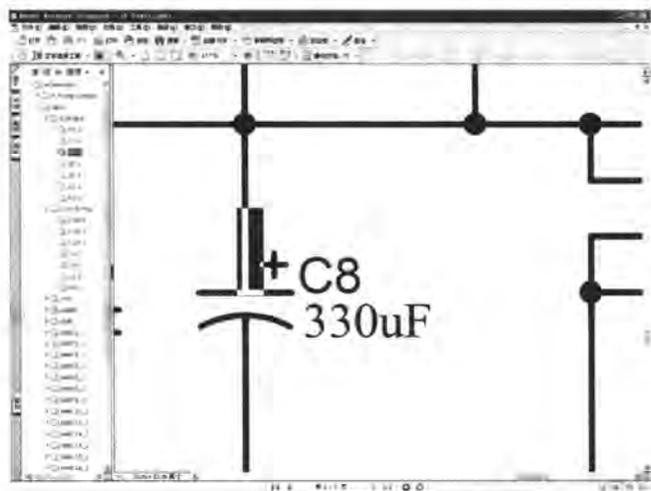

图 11-71 附加标签的浏览导航
- [8] 单击左侧列表中的任一附加标签, 即可进行浏览导航, 在窗口中放大显示相应的引脚、网络标签、端口、元器件、网络等, 如图 11-71 所示。